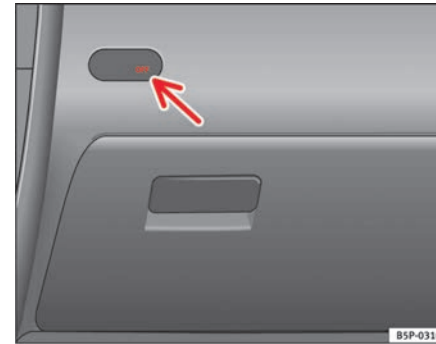

Fig. 27 Testigo de control de la desactivación del airbag del acompañante
- Compruebe si con el encendido conectado, el testigo de control “OFF” del tablero ⇒ fig. 27 permanece encendido ⇒ ⚠.
- Compruebe si, con el encendido conectado, el testigo de control del tablero ⇒ **página 45, fig. 27** no se enciende ⇒ .